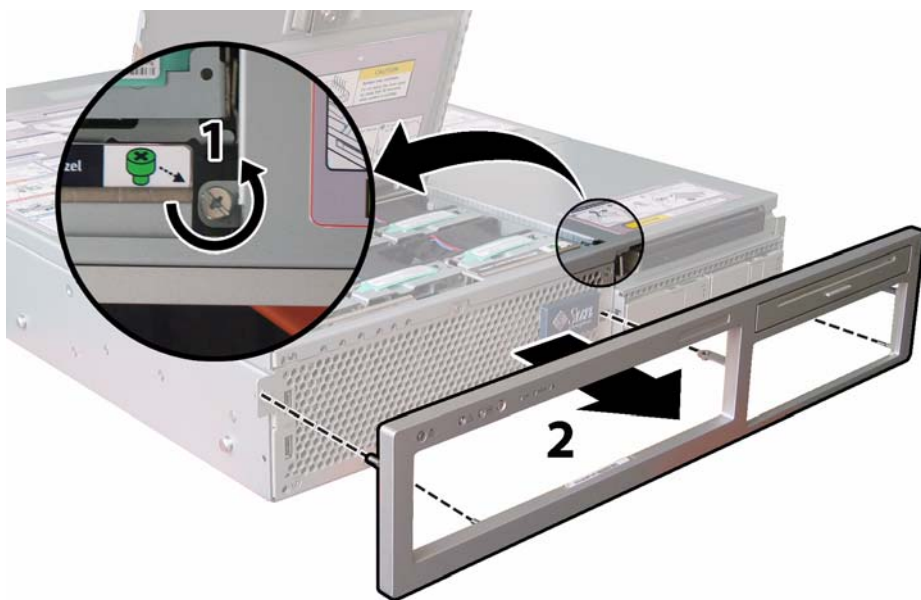

图 4-3 旋下前护盖锁固螺丝
1. 打开风扇托架门，并使用 2 号十字螺丝刀旋下将前护盖锁固到位的紧固螺丝。请参见图 4-3。